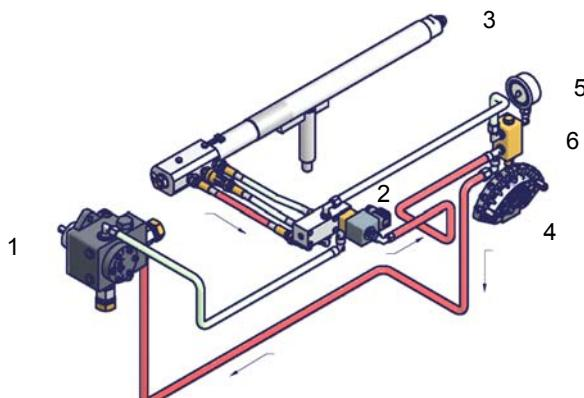

Рис. 28 - Режим выжидания
- 13 Сместить кулачок "малое пламя на жидкое топливо" в сторону минимальной мощности, с тем, чтобы сервопривод начал закрываться, до тех пор, пока два подшипника не совместятся с регулировочным винтом, относящимся к самой низкой точке: закручивать винт **V2** для увеличения расхода, откручивать - для уменьшения, с целью получения значения давления, как на графике на Рис.28, на основании требуемого расхода.